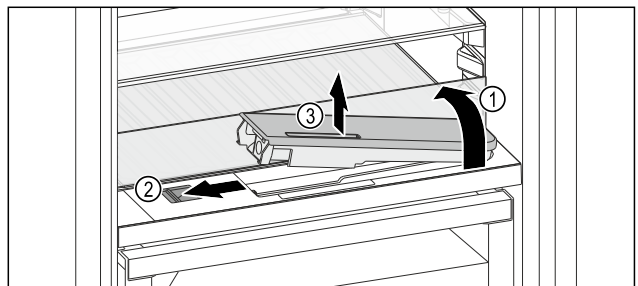

Fig. 225
- ▶ Glasplatte anheben und bis zum Anschlag nach hinten klappen Fig. 225 (1).
- ▶ Schieber Fig. 225 (2) nach links schieben.
- ▶ Wassertank entnehmen Fig. 225 (3).